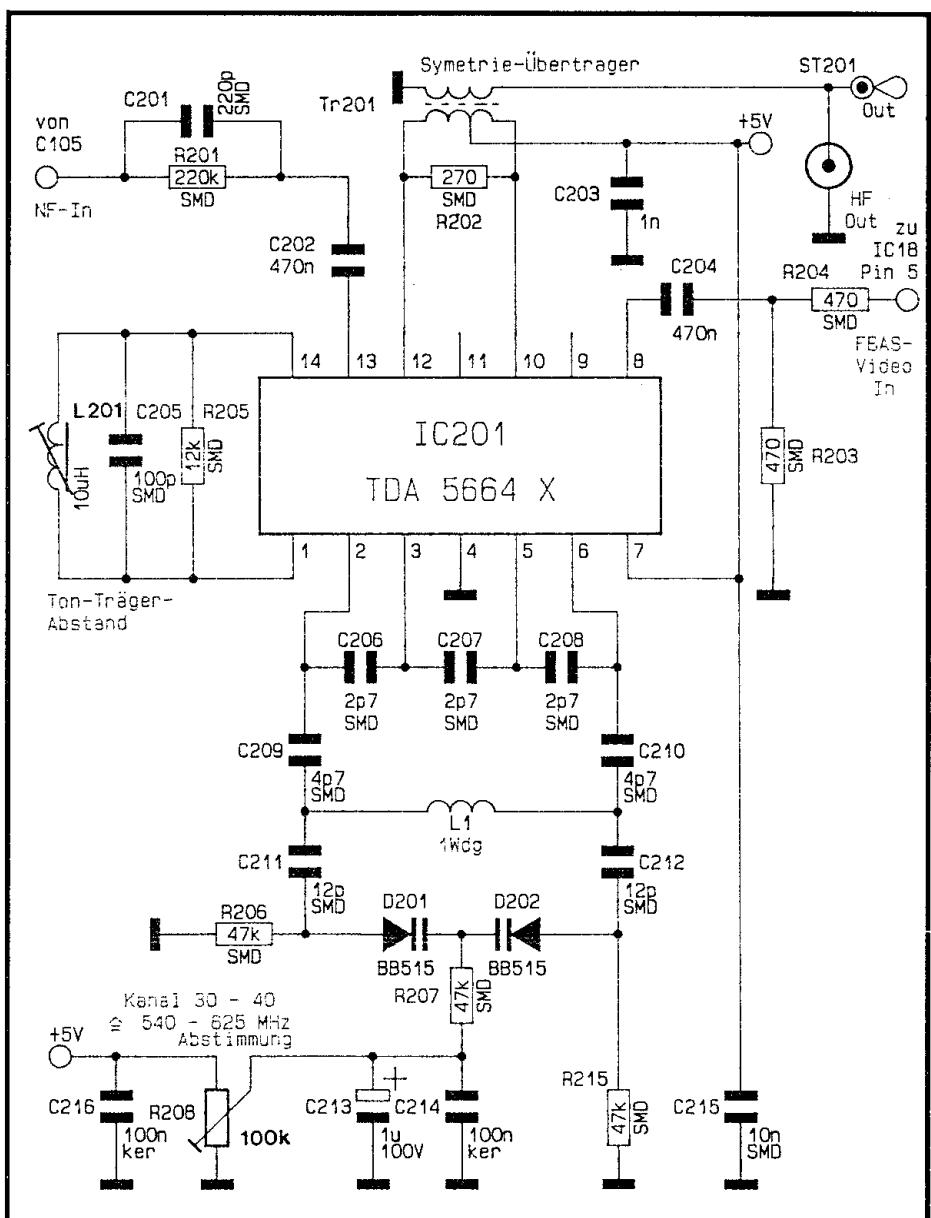

Bild 4: HF-Modulator des ELV-Colorbar-Generator CBG 80
3. HF-Modulator (Abbildung 4)
Eine der wichtigsten, aber zugleich auch schwierigsten Baugruppe innerhalb des Bildmustergenerators ist der in Bild 4 dargestellte HF-Modulator. Diese Baugruppe wurde aufgrund der günstigeren Leiterbahnführung, aber auch aus Platzgründen, in SMD-Bauweise realisiert.